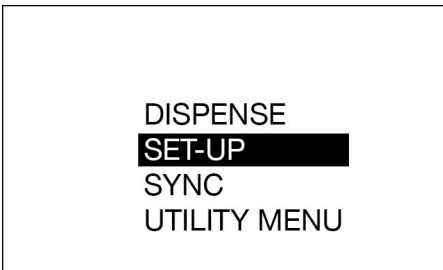

Fig. 11
2. En la pantalla del menú principal (MAIN MENU), use las flechas ARRIBA y ABAJO del panel de navegación para seleccionar la opción SET-UP (Configuración) (Fig. 11).